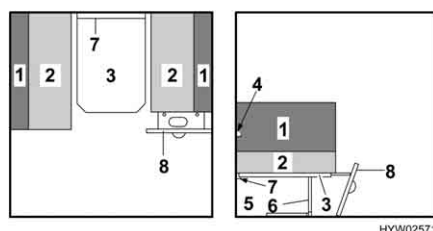
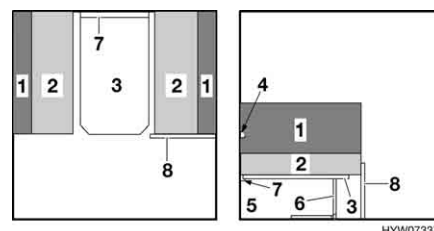

Fig. 33 Durante la trasformazione (non su Troll 530)
Fig. 34 Durante la trasformazione (Troll 530)
- Introdurre il piano del tavolo (Fig. 33,3 o Fig. 34,3) nella guida inferiore (Fig. 33,7 o Fig. 34,7) con un angolo di 45° e deporlo sul pavimento con il piede del tavolo ribaltato (Fig. 33,6 o Fig. 34,6).
- Aprire lo sportello prolunga letto (Fig. 33,8) ribaltandolo.